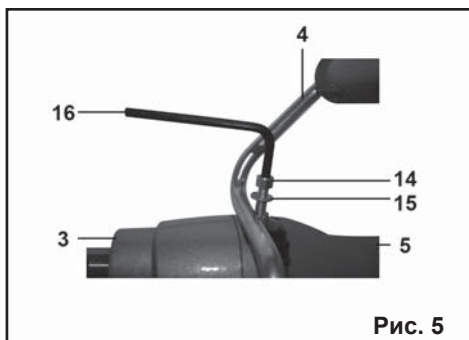

Рис. 5
7.1. Установка дополнительной рукоятки на ДМЭ-850/13Э (Рис.5).